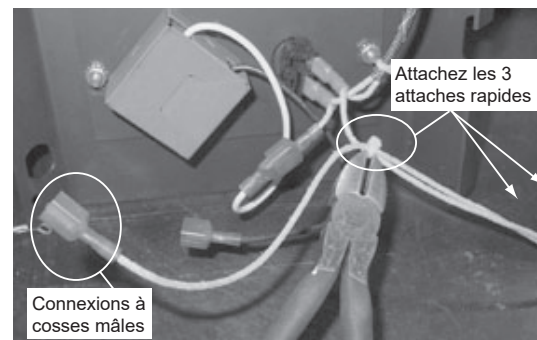

Figure 23.2
4. Identifiez le fil avec la cosse mâle (ce qui était à l'origine relié au fil blanc (neutre) sur le cordon électrique) et reliez-le à l'aide des trois petites attaches au reste du harnais. **Figure 23.2**